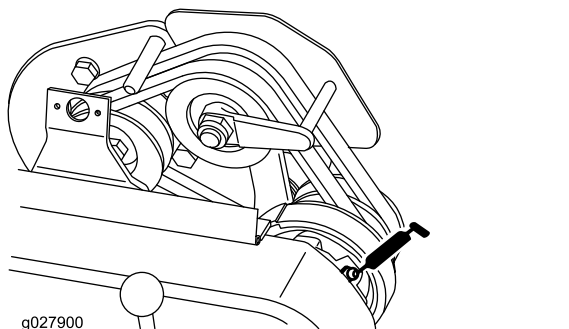

Figura 27
- 1 nos apoios da correia (Figura 27).